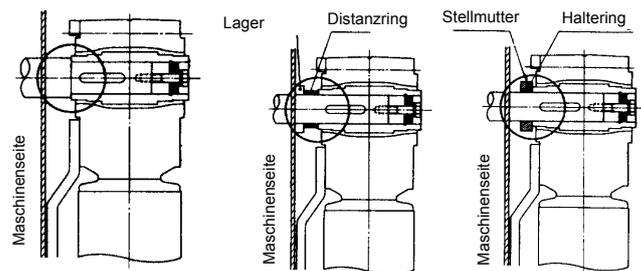

Fig. 2
* Verhindern des Verschiebens auf die Maschinenwelle (Fig. 2~4)